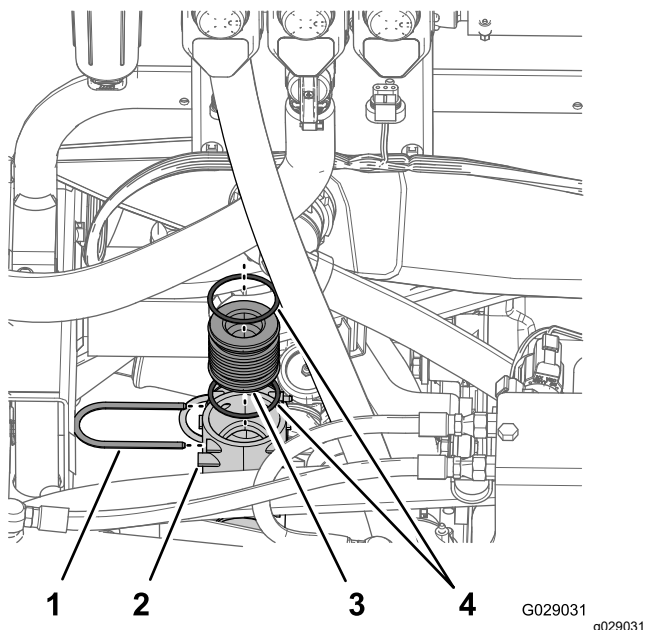

Figura 38
1. Inserai 2 inele de etanare mari în canelurile corespunzătoare de la fiecare capăt al conectorului butucului (Figura 38)